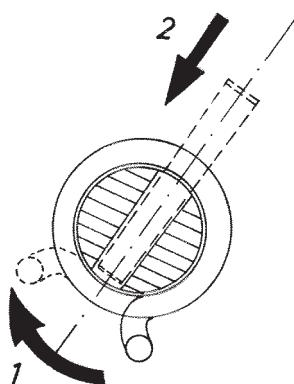

Fig. 3
4. Lift the inside end of the spring with the help of a screwdriver until pin bearing is surpassed (fig. 3). Introduce this piece completely.
4. Levante el extremo interior del muelle haciendo palanca con un destornillador hasta superar el alojamiento del pasador (fig. 3). Introduzca este a fondo mediante impactos.
3. Lever le côté interieur du ressort avec l'aide d'un tournevis jusqu'à dépasser le siège de la goupille (fig. 3). Introduire celui ci a fond.
4. Heben Sie das innere Ende der Feder mit Hilfe eines Schraubendrehers an, bis es die Stift-Bohrung passiert (Abb. 3). Schieben Sie den Stift durch die genannte Bohrung, um die Torsionsfeder zu arretieren.